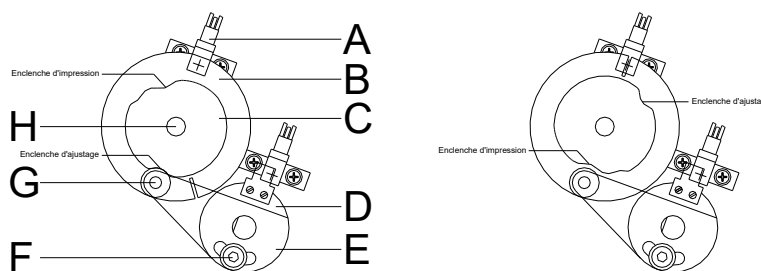

Figure 52
Sur la figure (Figure 52), l'axe du moteur d'optimisation (H) avec la courbe de pression (C) et le disque (B) sont visibles de derrière. Au-dessous se trouve l'anneau d'appui (D) avec la plaque d'appui (E).
7. Desserrer la vis à six pans creux (F) environ 1 tour jusqu'à ce que la plaque d'appui (E) avec le palier à billes (G) soit librement mobile.
9. Pousser la plaque d'appui (E) avec le roulement (G) dans l'enclenche d'ajustage de la courbe de pression, de sorte qu'aucun jeu n'existe.